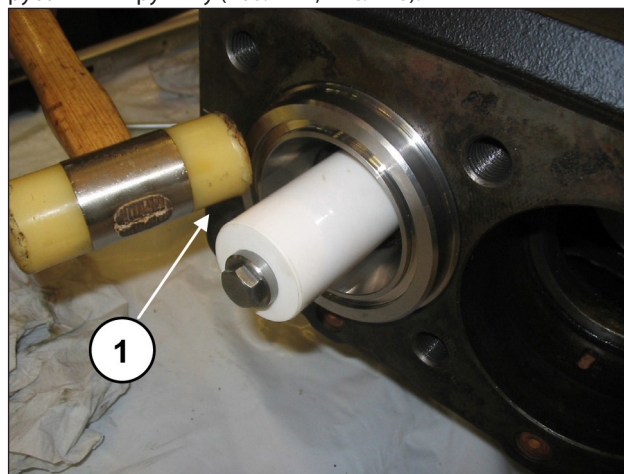
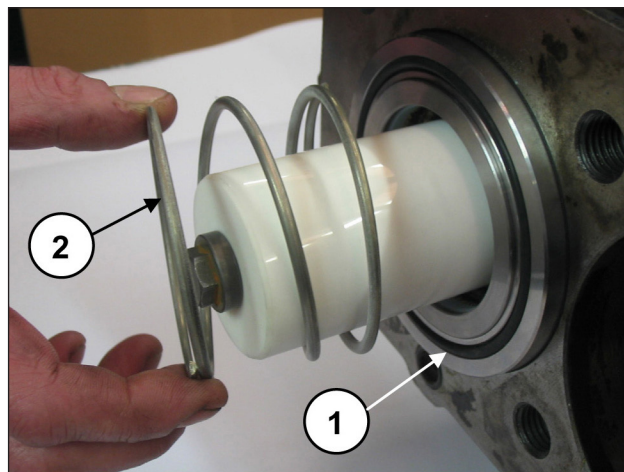

Рис. 169
Рис. 170
Убедитесь, что узел рубашки с опорой уплотнений полностью сел в гнездо (поз. ①, Рис. 169), после чего установите переднее уплотнительное кольцо O-Ring рубашки и пружину (поз. ①②, Рис. 170).